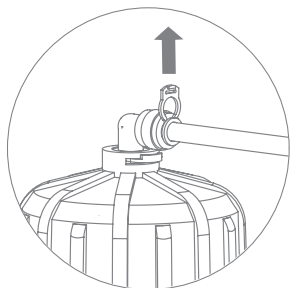

Рис. 15
3. Отсоедините стопорную клипсу, фиксирующую цангу (рис. 15). Отсоедините трубку, удерживая цангу прижатой к корпусу (см. раздел «Отсоединение трубок» (стр. 9)). При необходимости отсоедините все трубки от корпуса мембраны и извлеките его из корпуса фильтра.